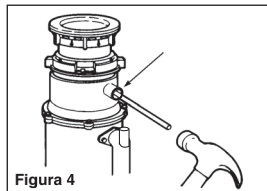

Figura 4
**A.** Retire a peça plástica que obstrui a tubulação (Figura 4). Use uma chave de fenda ou um instrumento pontiagudo para auxiliar a retirada da peça interna. Após remoção da peça plástica.